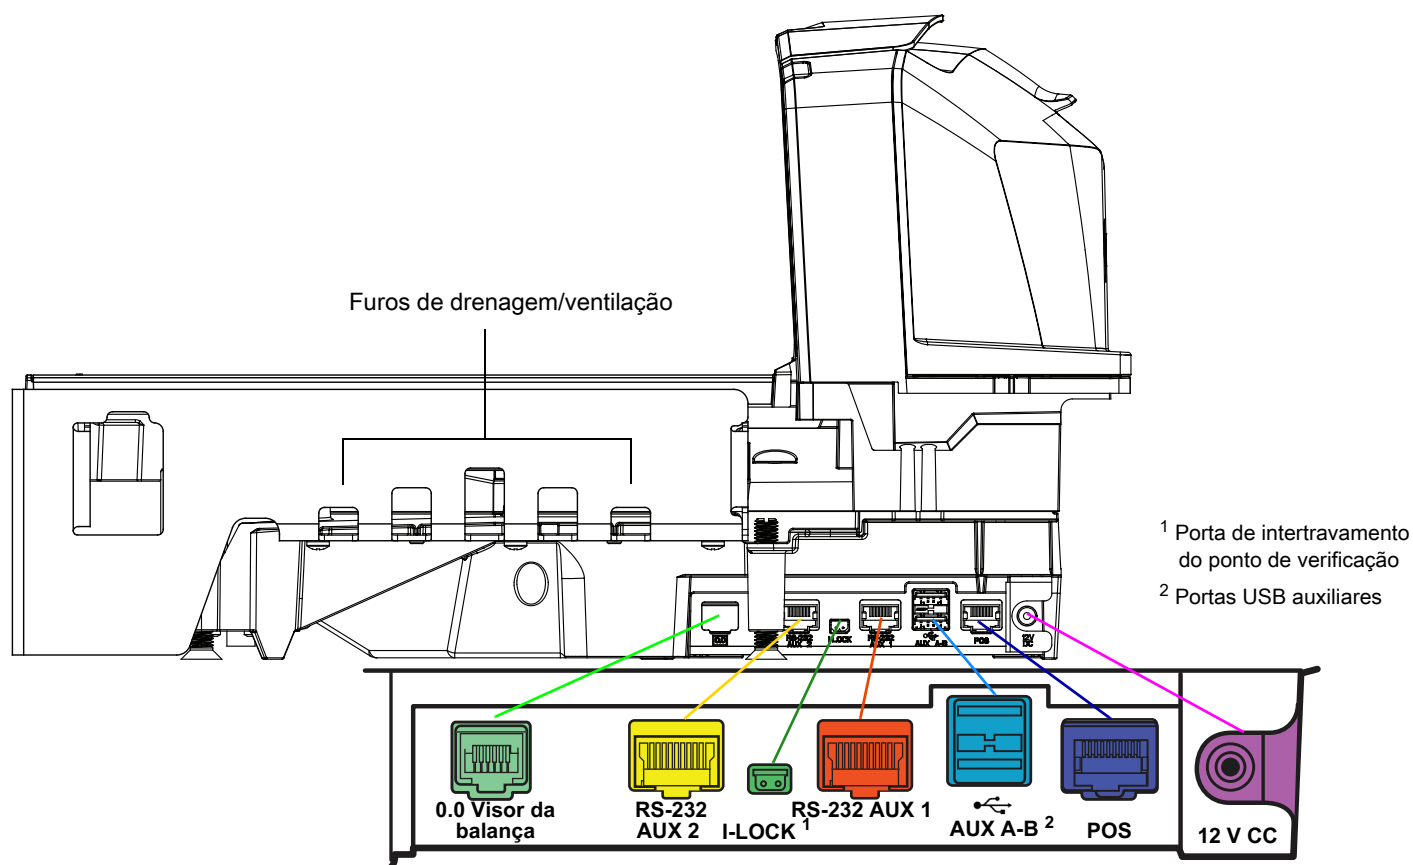

Figura 1-3 Vista lateral direita/portas do conector
- Duas portas auxiliares RS-232 (AUX 1/AUX 2; consulte Figura 1-3 na página 1-10).
- Leitor/balança de cabo duplo: Via portas RS-232 AUX 1 ou RS-232 AUX 2 (consulte Figura 1-3 na página 1-10 e Tabela 2-3 na página 2-13).